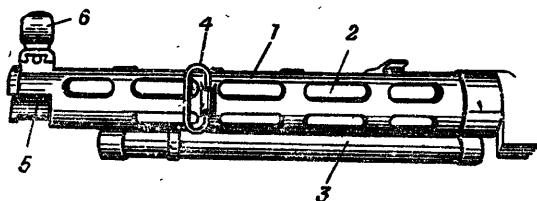

Рис. 5. Кожух:
8. Кожух (рис. 5) предохраняет ствол от ударов, а стрелка — от ожогов при стрельбе. Он состоит из двух соединенных между собой **труб**: верхней — для помещения ствола и нижней — для помещения газового поршня и возвратной пружины.